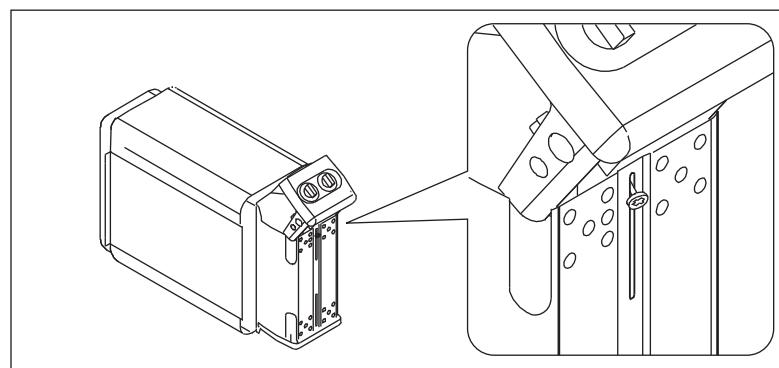

Рисунок 8. Подключение соединительного кабеля
- Когда кабель присоединен, торцевая часть с приборами управления осторожно возвращается в электрокоробку. См. рис. 8. Перед затяжкой крепежного шурупа убедитесь, что край электрокоробки находится в дне паза торцевой части.